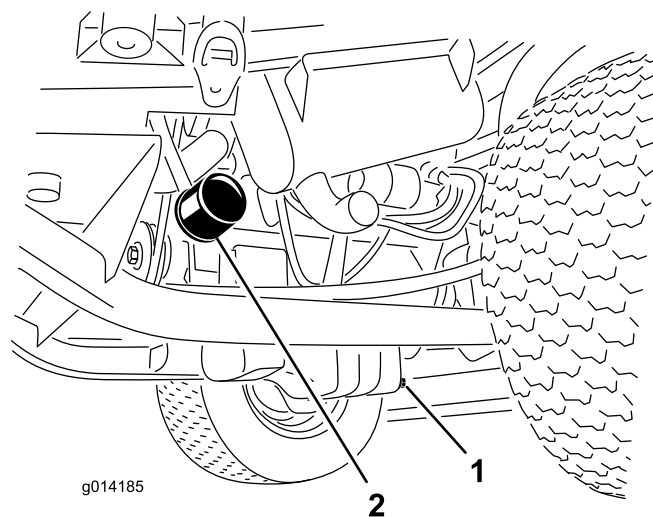

Figure 45
1. Retirez le bouchon de vidange (Figure 45) et laissez couler l'huile dans un bac de vidange.
3. Déposez le filtre à huile (Figure 45).